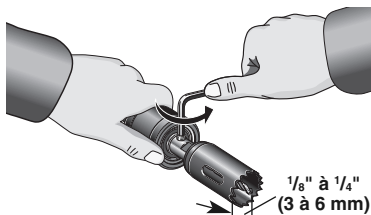

Figure 16 – Installation d'une mèche pilote
3. Engagez une nouvelle mèche pilote dans l'arbre avec son plat côté vis de blocage, et de manière à ce qu'elle saillisse de la scie à cloche d'environ 1/8" à 1/4" (3 à 6 mm) (Figure 16).